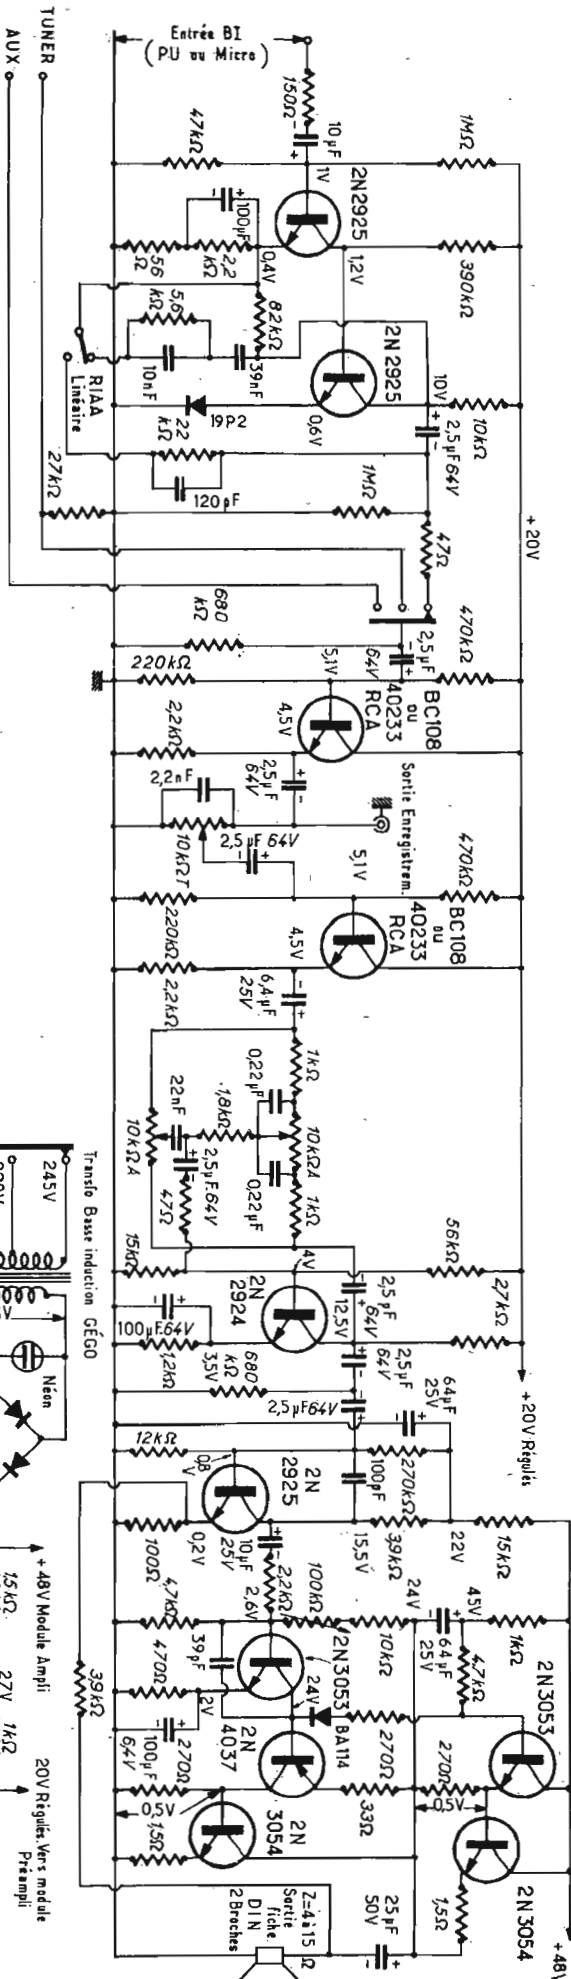

Fig. 1. — Schéma de principe complet de l'amplificateur. Toutes les valeurs des tensions indiquées ont été mesurées avec un condensateur Met-Rix 462, 20 k/Ω V.
**Les préamplificateurs BF** (voir figure 1) :
**L'alimentation régulée :** Cette alimentation (voir figure 1) comprend un transformateur avec primaire 110/220 V et un enroulement secondaire relié à deux diodes au silicium BY116, redresseuses des deux alternances. Le transistor AC139 est monté en régulateur de tension du type série, sa tension de base étant déterminée par la résistance de  $1 \text{ k}\Omega$  et la diode 1N714.